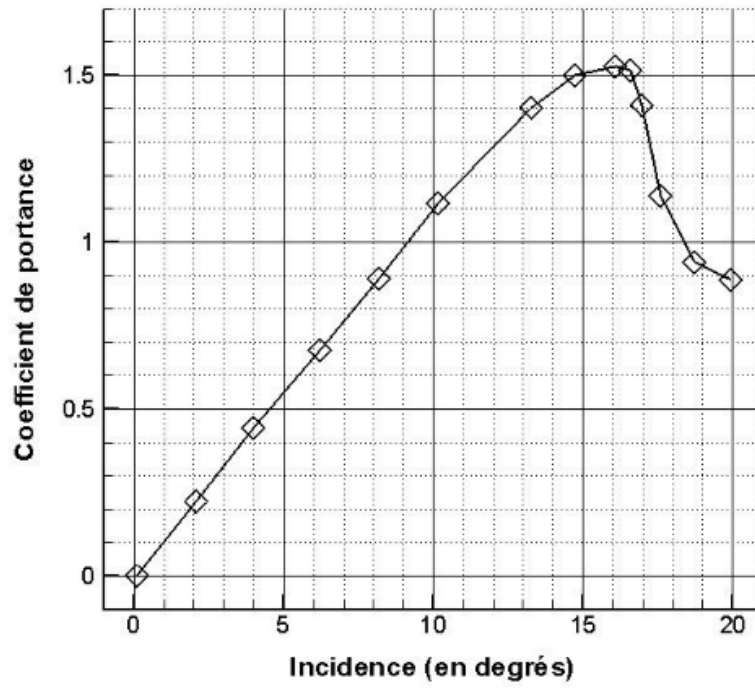
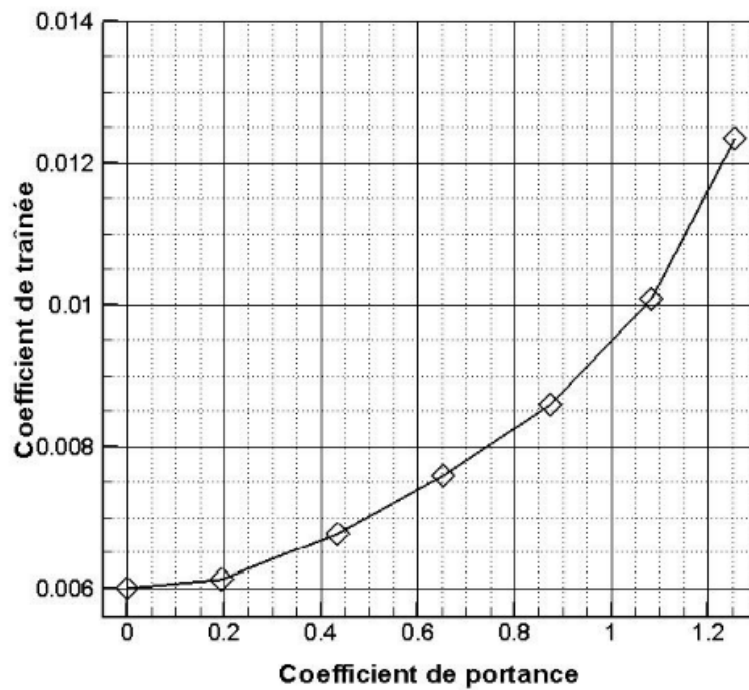

FIGURE 2 – Coefficient de portance d'un profil NACA0012, $Re = 9 \times 10^6$
FIGURE 3 – Polaire de Eiffel du NACA0012, $Re = 9 \times 10^6$
On dispose de la polaire du NACA0012 pour un nombre de Reynolds $Re = \frac{\rho U_\infty L}{\mu} = 9 \times 10^6$ et lorsque l'écoulement est incompressible. L est la corde du profil et μ désigne la viscosité dynamique. Cette polaire est représentée sur les figures 2 et 3.
Sur la figure 2, on peut observer aux faibles incidences la dépendance linéaire du coefficient de portance en fonction de l'angle d'incidence ainsi que le décrochage du profil pour une incidence d'environ 15 degrés. Le profil étant symétrique, sa portance est nulle pour une incidence nulle. La figure 3 permet d'obtenir le coefficient de traînée pour une
L'objet de ce travail est de vérifier que l'on peut retrouver numériquement le comportement observé sur la polaire du NACA0012. A cette fin, on effectuera des simulations autour de ce profil différentes incidences. On comparera les résultats numériques aux résultats expérimentaux des figures 2 et 3.
- *Mettre en place des simulations correspondant à la situation reportée sur les figures 2 et 3, pour des angles d'incidence de 0, 5, 10, 15 et 20 degrés.*
- *Ne pas oublier l'un des objectifs du TP qui est de comparer les solutions aux mesures expérimentales des Figs. 2 et 3!*